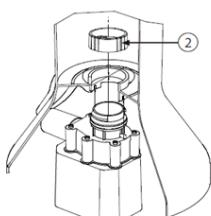

FIG. 2
2. Rimuovere innanzitutto il tappo superiore della filtrazione (4) e la cartuccia filtrante (10). Lubrificare con vaselina l'anello a O (20) sul raccordo di aspirazione della pompa. Tenere attentamente la scatola del filtro (3) e inserire il corpo della pompa (1), in modo che il foro d'uscita della pompa coincida con il foro sul lato della base. Inserire la pompa in modo che si appoggi al fondo e le due protuberanze sulla pompa si inseriscano nelle due scanalature sul fondo della scatola del filtro (3). Inserire all'interno della scatola del filtro il dado della pompa (2) sul raccordo di aspirazione della pompa. Ruotare il dado (2) in senso orario fino al serraggio completo. Vedere **fig. 2**. Inserire la cartuccia filtrante (10), il coperchio (4) e fissarlo ruotandolo nel corpo del filtro (3). Importante: Assicurarsi che la scanalatura sull'anello a O (15) sia rivolta verso l'alto e pienamente inserita nel coperchio (4).